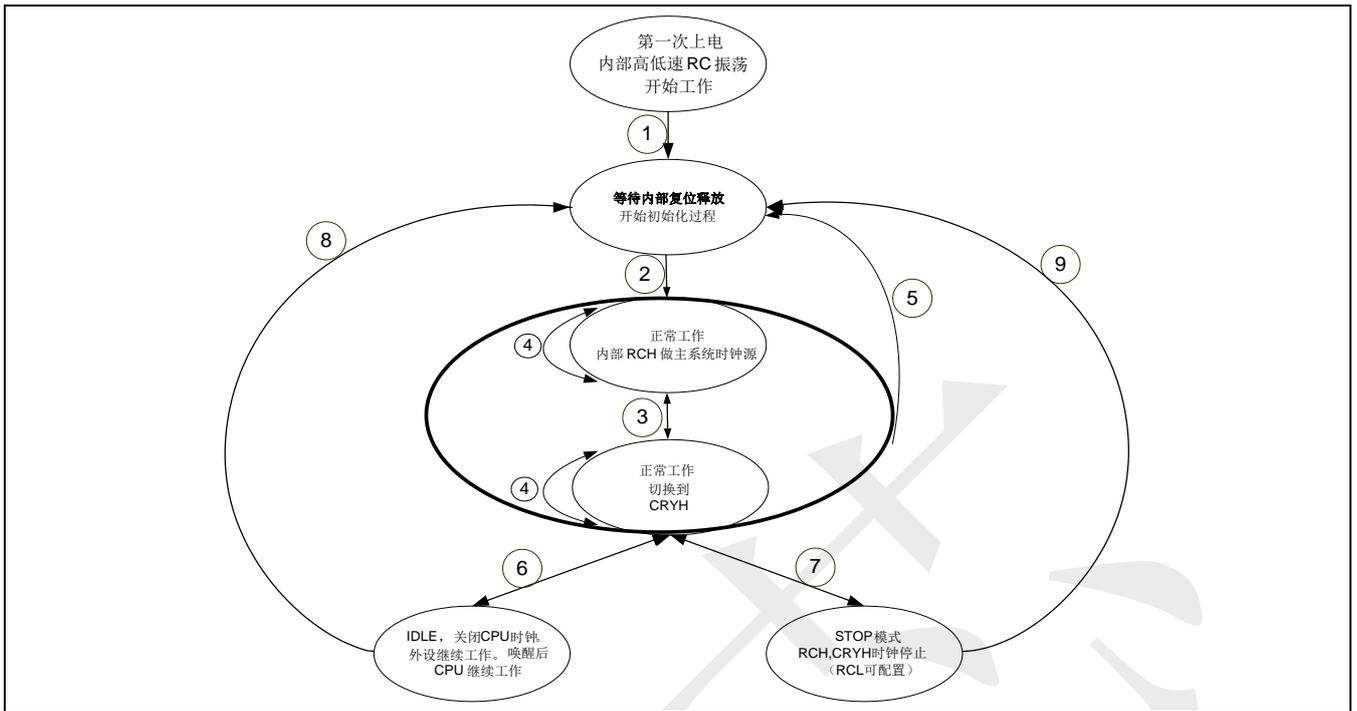

图 7-4 工作模式转换
上图中各个数字序号代表电路在不同时钟或工作状态下的切换过程。其中①表示上电复位后电路进入初始化过程。黑色粗线框内 2 个小框分别代表在不同时钟源情况下的正常工作状态，默认的 RCH 时钟单独展示出来。下面按照图 7-4 中的序号阐述各状态转换条件。